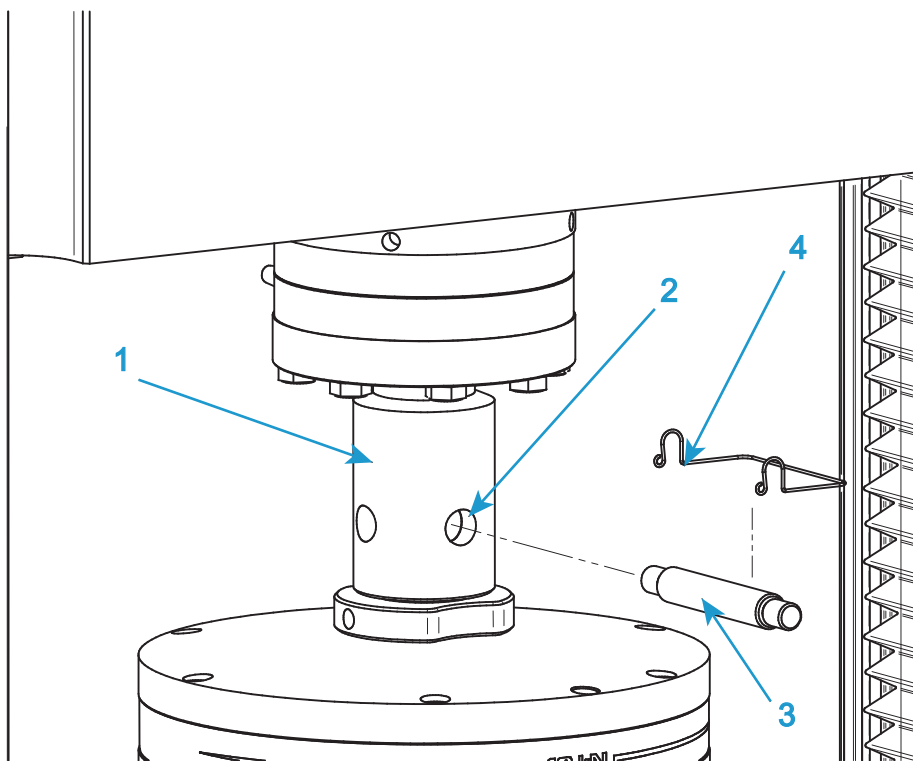

图 19. 典型夹具安装
执行该步骤时请参阅第 84 页图 19。
1. 对于上方夹具，将夹具上的联接头插入载荷传感器联接头上的凹进 U 形插座（图 19 中的 1）内。
2. 对齐 U 形夹销钉孔（图 19 中的 2），然后将 U 形夹销钉（图 19 中的 3）插入孔中。
3. 使用 U 形夹销钉联接卡簧（图 19 中的 4）固定 U 形夹销钉。